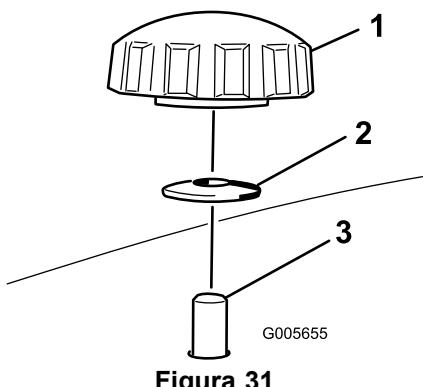
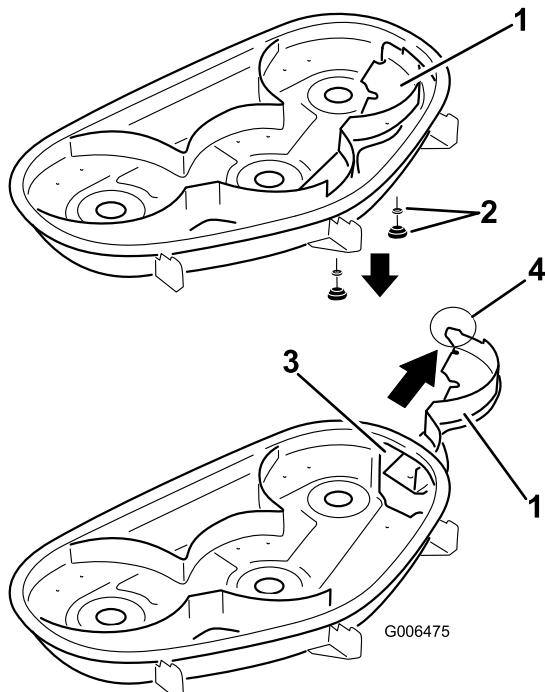

Figura 31
Figura 32
- Remova os 2 manípulos e as anilhas curvas que fixam o abafador direito ao cortador, conforme indicado em Figura 31.
- Remova o abafador direito e baixe o deflector de relva por cima da abertura de descarga conforme indicado em Figura 32 e Figura 31.
5. Faça deslizar o abafador direito por debaixo da plataforma do cortador e fixe-o utilizando 2 manípulos e anilhas curvas (lado oval virado para o cortador) conforme indicado em Figura 31 e Figura 32.